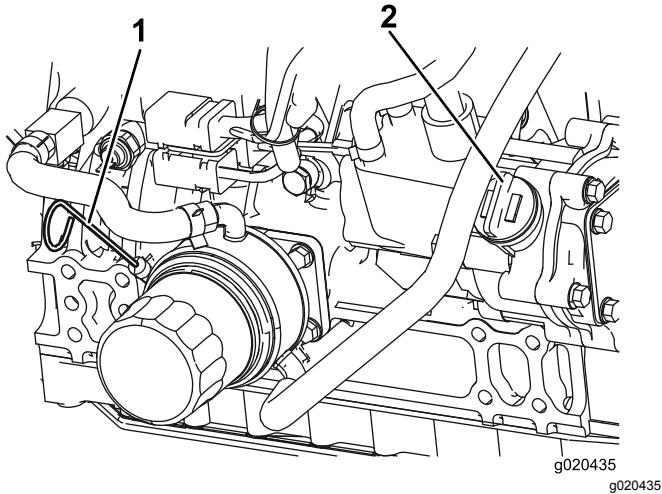

Bild 53
**Hinweis:** Der Ölstand sollte im sicheren Bereich liegen (Bild 53).
- Wenn der Ölstand unter dem sicheren Bereich liegt, nehmen Sie den Fülldeckel ab (Bild 53) und gießen Sie genug Öl ein, um den Ölstand bis zur VOLL-Markierung anzuheben. **Füllen Sie nicht zu viel ein.**